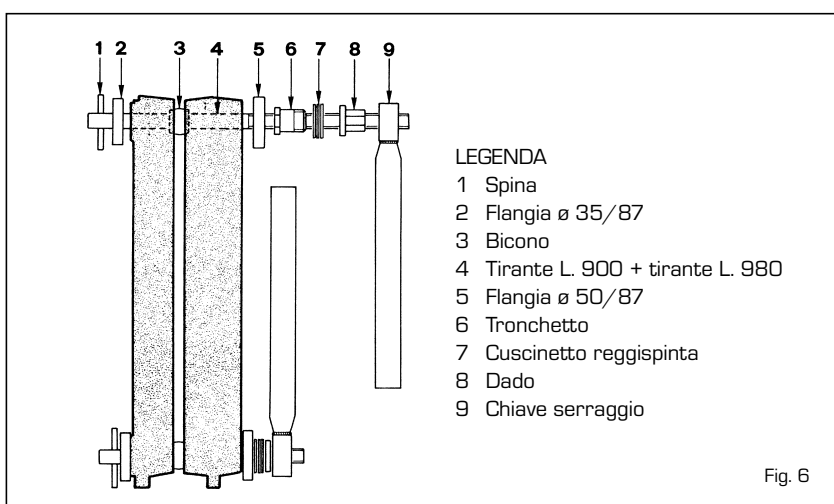

Fig. 6
- Assemblare gli elementi mediante l'apposita coppia di tiranti assemblaggio con relativi accessori cod. 6050900 (fig. 6), esercitando la pressione simultaneamente sia sul mozzo superiore che sul mozzo inferiore. Qualora, durante l'operazione, l'avanzamento tra gli elementi non risulti uniforme e parallelo, introdurre lo scalpello nella parte più serrata e forzando, portare il parallelismo fra i due pezzi da unire. L'unione degli elementi è da ritenersi realizzata nel momento in cui i bordi esterni degli elementi vengono a contatto.